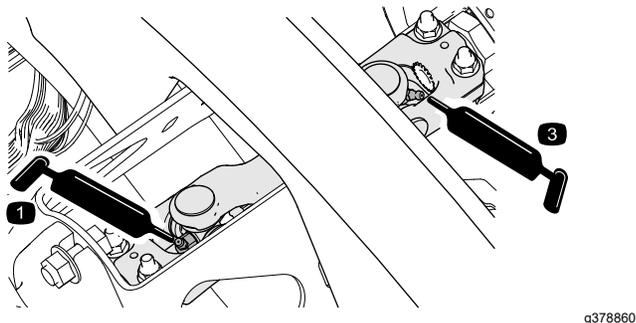

図 73
- ポンプ駆動シャフトのUジョイント3ヶ所 **図 73**